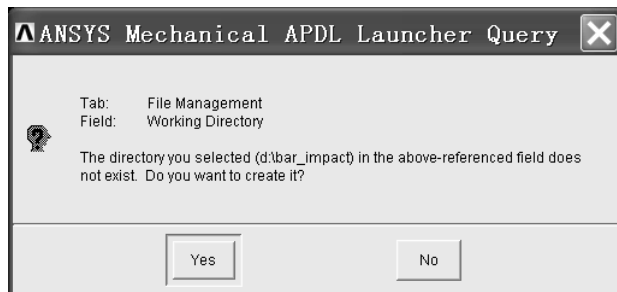

图 1-6 “ANSYS Mechanical APDL Launcher Query” 窗口
(2) 单击“14.0: ANSYS Mechanical APDL Product Launcher [Profile:***La...”窗口中“Simulation Environment:”方框后的倒立三角形图标，选中“ANSYS”。
(3) 单击“14.0: ANSYS Mechanical APDL Product Launcher [Profile:***La...”窗口中“License:”方框后的倒立三角形图标，选中“ANSYS LS-DYNA”。
(4) 在“14.0: ANSYS Mechanical APDL Product Launcher [Profile:***La...”窗口中的“Working Directory:”方框内输入“d:\bar_impact”（输入的内容在引号内，该目录为文件的保存目录）。
(5) 在“14.0: ANSYS Mechanical APDL Product Launcher [Profile:***La...”窗口中的“Job Name:”方框内输入“bar_impact”。
(6) 单击“14.0: ANSYS Mechanical APDL Product Launcher [Profile:***La...”窗口中的“Run”。弹出“ANSYS Mechanical APDL Launcher Query”窗口（见图 1-6）。